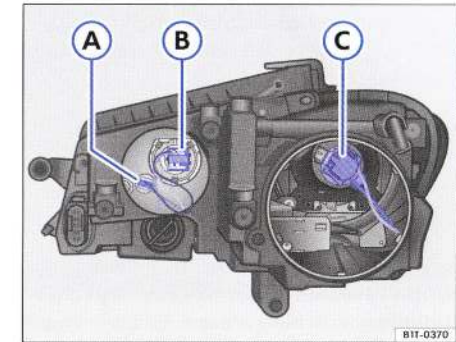

Fig. 50 Farul din dreapta, văzut din compartimentul motorului: Lumina de staționare (A), lumina de drum (B) și lumina de întâlnire (C).
– Trageți suportul becului ⇒ fig. 50 (A) cu becul.
– Trageți suportul becului ⇒ fig. 50 (B) cu becul.
Imaginile ⇒ pagina 107, fig. 49" și ⇒ pagina 107, fig. 50" arată farul din partea dreaptă demontat, văzut din spate. Farul din partea stângă este construit ca văzut în oglindă.